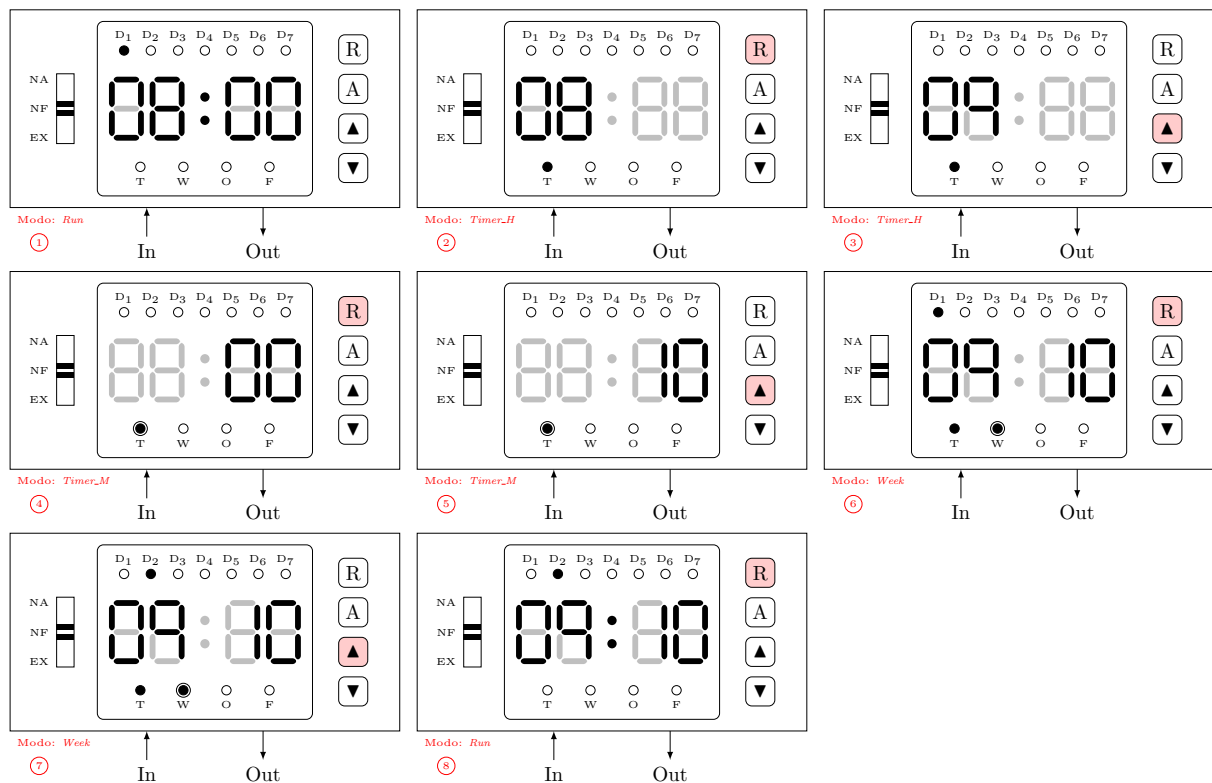

Figura 2: Infográfico do ajuste do programador horário para hora atual 09:10 de uma segunda.
O infográfico da Figura 2 apresenta o detalhamento do procedimento para ajuste do relógio do programador horário. Estando no modo *Run* (1), o usuário deverá pressionar o botão **R** para inicializar o processo de ajuste do relógio, o que resultará na mudança para o modo *Timer_H* (2). Para definir a hora basta pressionar o botão de incremento ▲ ou decremento ▼ (3). Após definir a hora, o usuário deverá pressionar o botão **R** para mudar para o modo *Timer_M* (4). Neste momento o usuário poderá definir o minuto pressionando o botão de incremento ▲ ou decremento ▼ (5). Com a hora definida, o usuário deverá mais uma vez pressionar o botão **R** para mudar para o modo *Week* (6). Neste modo, basta o usuário pressionar o botão de incremento ▲ ou decremento ▼ (7) para definir o dia da semana. Por fim, deve-se pressionar o botão **R** para finalizar o processo e retornar o programador horário para o modo *Run* (8).